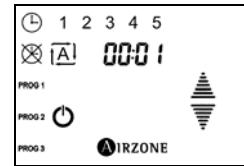

Fig. 29 - Selección de la hora de fin
- 10) Para salir del menú de configuración horaria, pulse de nuevo sobre el icono AIRZONE (Fig. 29).